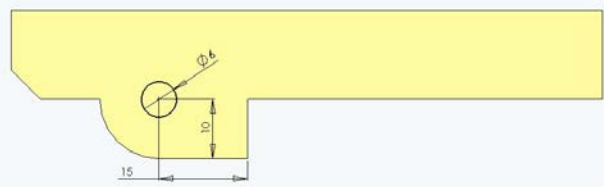

Figure 5
- 5) Tracer un cercle approximativement, puis imposer les cotes de la figure 5 (rayon du cercle : 3mm).